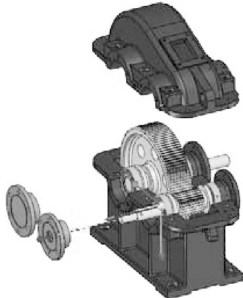

图 5-66 移动轴承端盖
STEP 5 选择左侧两个轴承端盖，沿着坐标系轴向向左拖动一定的距离，效果如图 5-66 所示。